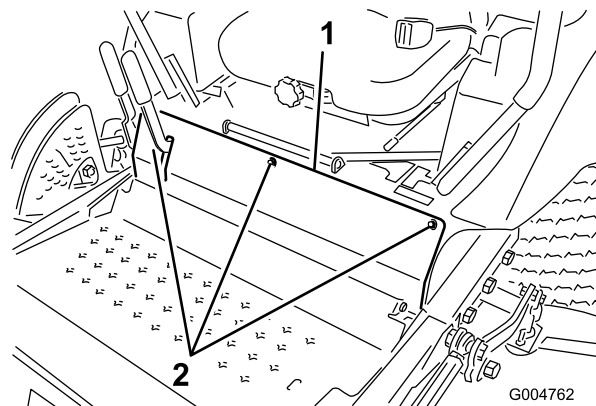

Figure 60
- Retirez les boulons de fixation du panneau avant et déposez le panneau (Figure 60).